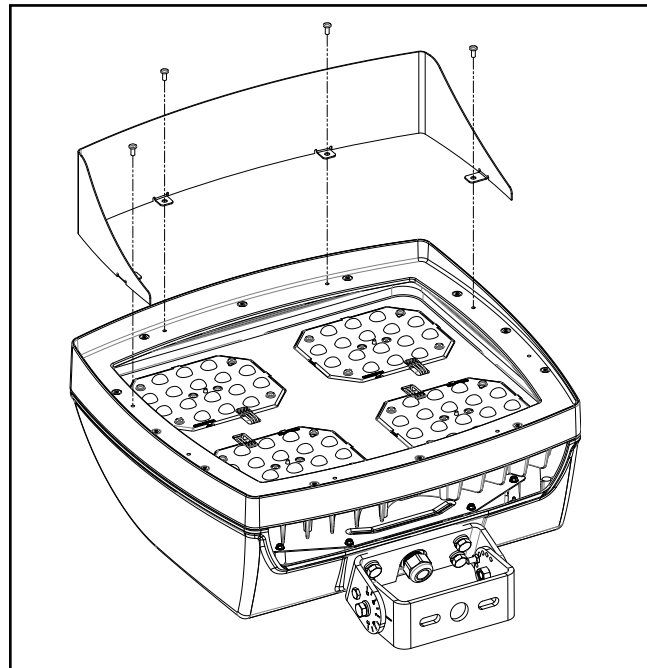

Figure 6.
Visière (Figure 6).
1. Alignez la visière sur le dessus des pinces de lentille avec les quatre trous existants. (Figure 6).